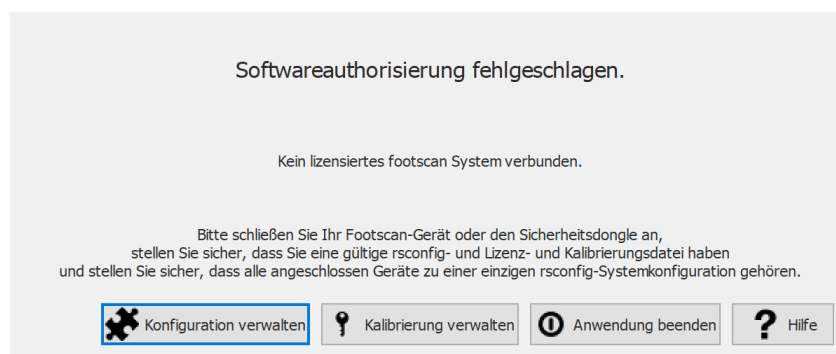

Figure 9: Das Dialogfeld Lizenz und Hardware-Kalibrierung kann im Sicherheitsdialogfeld geöffnet werden.
1. Durch Klicken auf die Schaltfläche **Kalibrierung verwalten** im Sicherheitsdialogfeld (Abbildung 9). Mehr Informationen über das Sicherheitsdialogfeld finden Sie im Abschnitt 4.1.